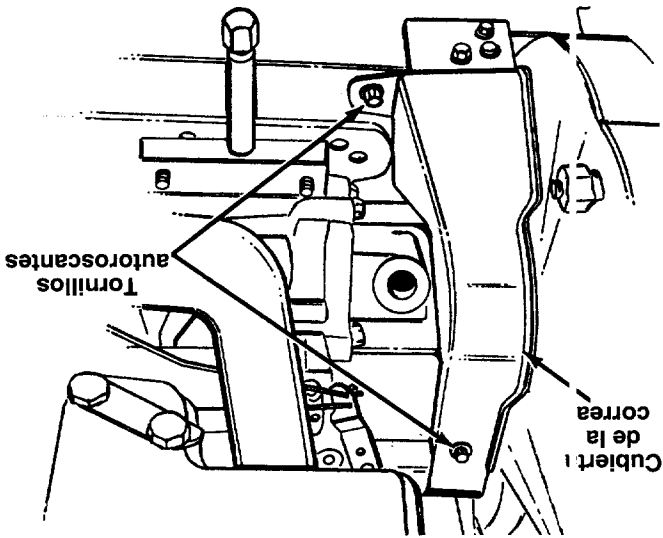

FIGURA 21.
- Retire a cubierta plástica de la correa del frente del motor, retirando los dos tornillos autoroscantes. Vea la figura 21.
- Retire la cubierta plástica de la correa al frente del motor retirando los dos tornillos autoroscantes. Vea la figura 21.